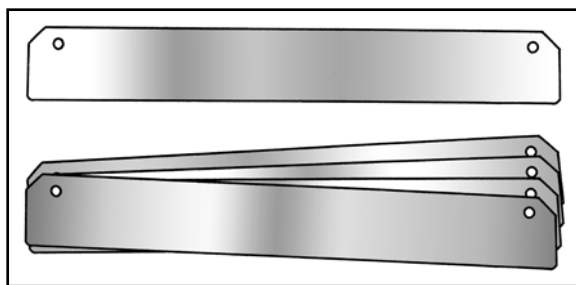

Fig. 2
- 3** Posicionar a plataforma de embutir no vão de instalação, utilizando, se necessário, os espaçadores em chapa para preencher o espaço entre as laterais do vão e a plataforma em si (**Fig. 2**).